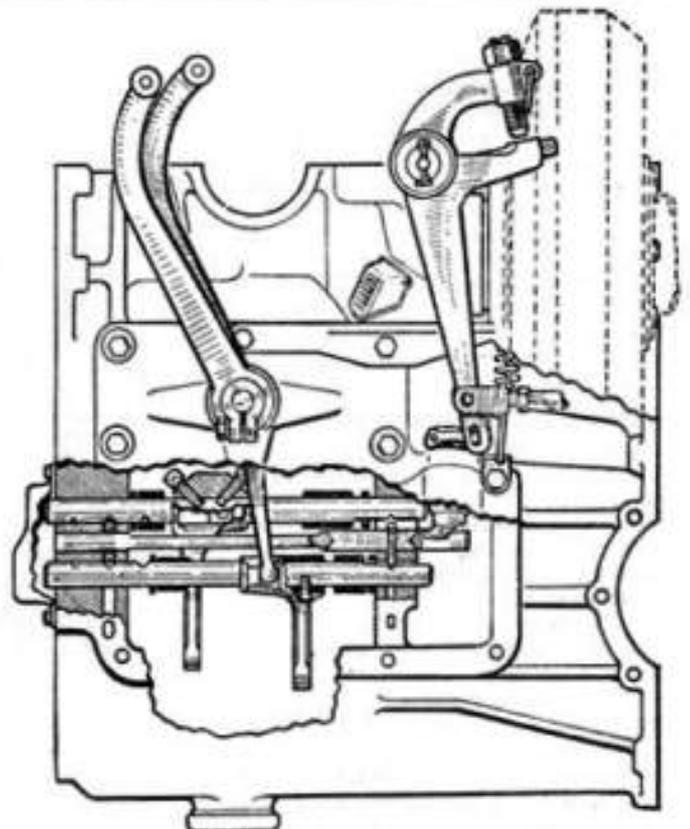

Fig. 9. — Réglage des leviers de commande de la boîte de vitesses.
- Placer la fourchette de 1° et de marche AR dans la gorge du baladeur et la fourchette de 2° et 3° dans la gorge du synchro (fig. 9).
Placer les fourchettes au point mort et enduire d'Hermétic les faces du plan de joint (fig. 9).